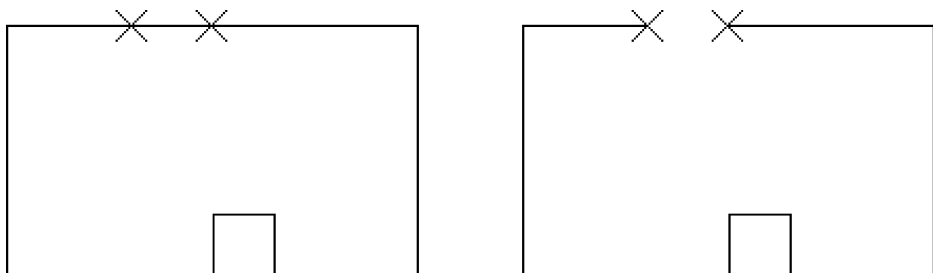

图 6-18 【打断】命令应用示例
(1) 直接以拾取的点作为第一打断点，然后选择第二打断点。即在“选择对象”提示下所选中的点默认为第一打断点。
(2) 直接拾取的点作为第一打断点，而第二打断点与第一点重合。此时输入符号“@”来确认一、二两点重合。
(3) 在“选取对象”提示下所拾取的点不作为第一打断点，而重新确定第一、第二打断点。此时必须在要求“指定第二个打断点或[第一点(F)]:”时，输入“F”并根据后续提示来重新指定第一、第二打断点。
(4) 不论第一打断点以何种方式确定，均可在要求指定第二打断点时输入符号“@”，以确定第二点同第一点重合，此时对象在打断点处被切断（一分为二）。
(5) 如果第二打断点选取在对象外部，则对象的该端被切掉。如图 6-18 所示。